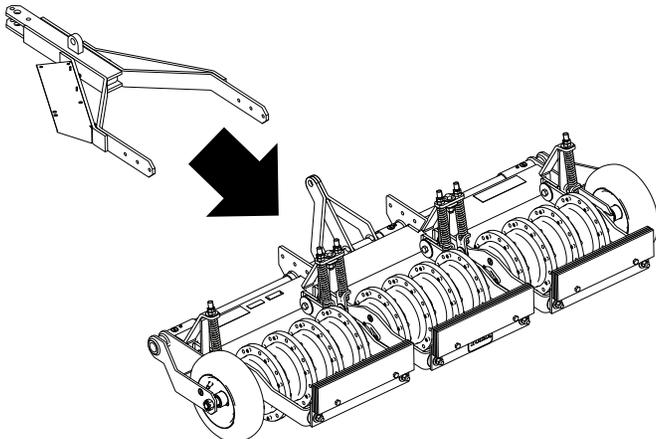

Bild 4
2. Fluchten Sie die Anhängerkupplung mit dem Aerifizierer aus, wie in Bild 4 abgebildet.